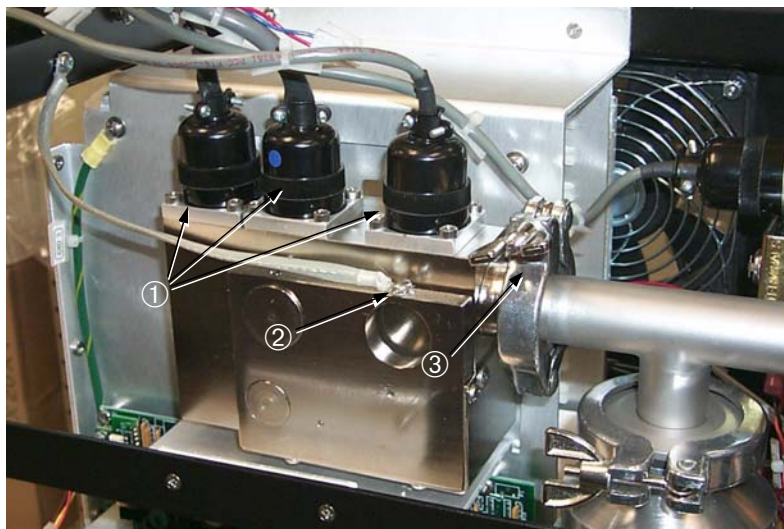

Figura 4-2 Vista Frontal del Montaje del Tubo del Espectrómetro
2. Empuje hacia delante la parte superior del panel frontal ② para dejar acceso al montaje del tubo del espectrómetro. Sea cuidadoso de no colocar tensión en el mazo del PCB (placa de circuito impreso) de la pantalla del panel frontal.
3. El tubo del espectrómetro está situado en la parte frontal central del 979, justo detrás del panel frontal (Figura 4-2).
Además de los tres conectores situados en la parte superior de la unidad, indicados por ① en Figura 4-2, y el cable de tierra ②, el tubo del espectrómetro está sujeto por una abrazadera de liberación fácil ③ KF-25 (ISO NW-25) y una tuerca de mariposa situadas bajo el tubo (no se muestran en esta vista).